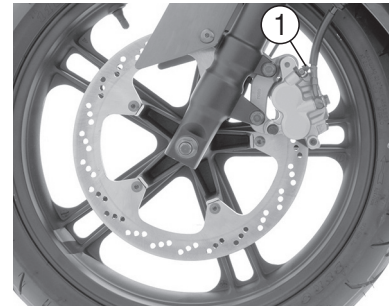

Рис. 13. Дисковый тормоз переднего колеса
- снимите колпачок с клапана выпуска воздуха (рис. 13, поз. 1); на штуцер клапана наденьте резиновую трубку, другой конец которой погрузите в емкость с небольшим количеством тормозной жидкости;